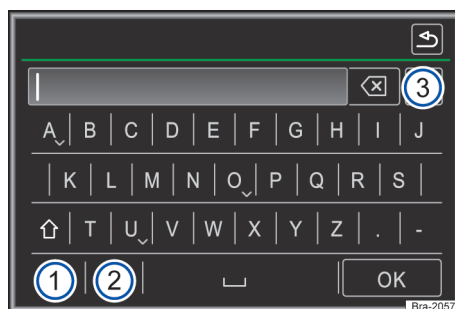

Fig. 114 Representación del principio: máscara de inserción con teclado de display.
En caso de que pueda seleccionarse menos de 99 inserciones, la cantidad de las inserciones restantes se exhibe atrás de la línea de inserción → fig. 114 ③. El toque en este botón de función muestra las inserciones restantes en una lista. Si hay menos de 5 entradas seleccionables, la lista se abre automáticamente.